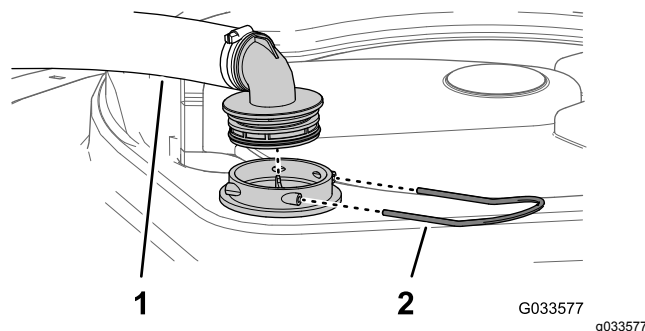

図 20
3. フィルタハウジングからホースとフィッティングを取り外す 図 20。
2. タンク上部で、フィルタハウジングからの太いホースについているフィッティングを固定しているリテーナを外す 図 20。